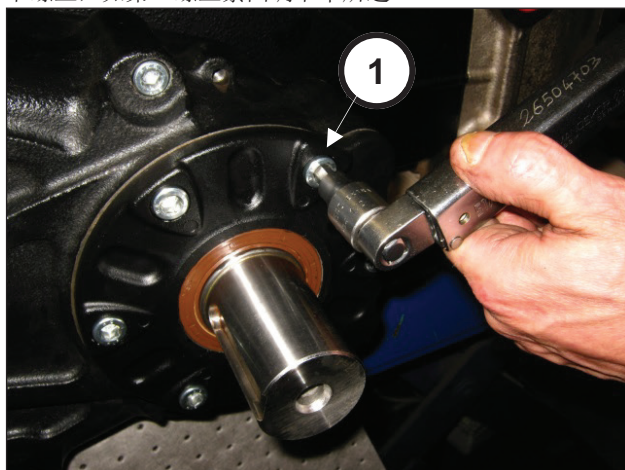

图82
拧紧6颗M10x25螺丝（部件号①，图82）。利用扭力扳手调节螺丝，如第3 螺丝紧固调节章所述。